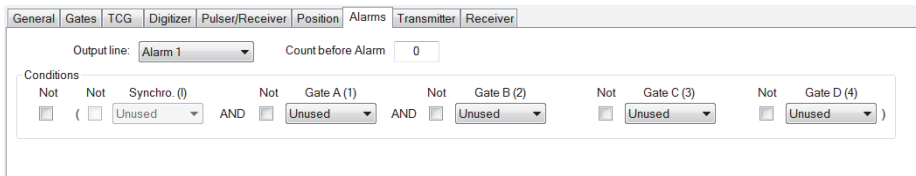

図 4-54 [Alarms] タブ
2. [UT Settings] ダイアログボックスの [Alarms] タブをクリックし、記録する A- スキャンを開始させるアラームを設定します。4 種類のアラームを設定でき、そのすべてが同じ効果を及ぼします。154 ページの図 4-54 を参照してください。